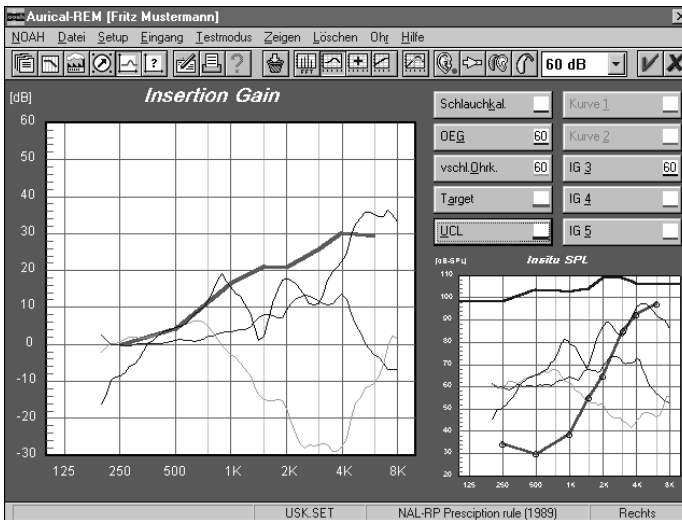

Abbildung 7 Verschlussene Ohrkurve
5. Legen Sie den Kuppler mit Hörgerät in die Mitte der Meßkammer (auf die Meßfläche - siehe Abbildung 7).